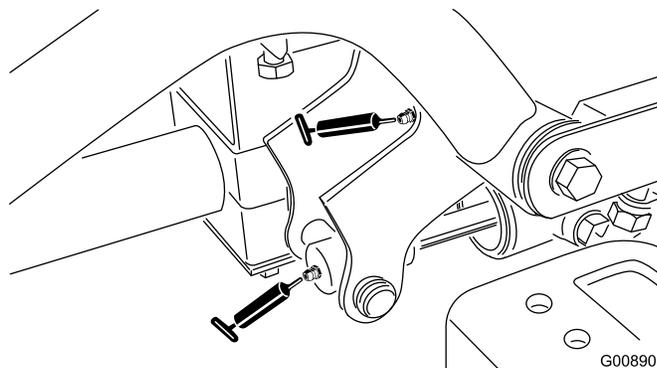

Figure 36
- Pivots de bras de relevage avant droit et vérin de relevage (2) (Figure 36)